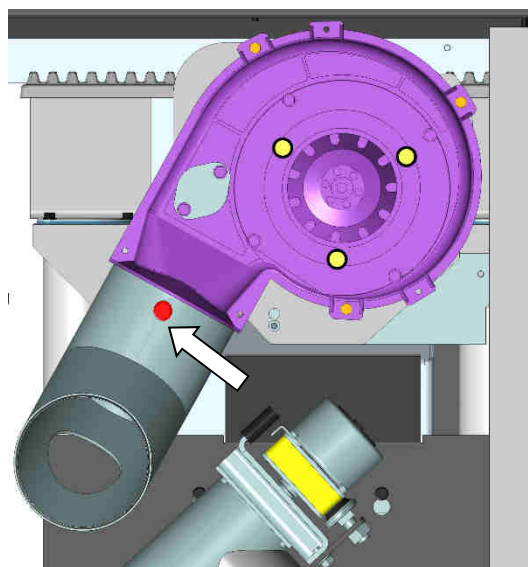

Fig. 33 : fixation du coude
1. Dévisser la vis de fixation du coude de cheminée 90° (Fig. 33) et démonter le coude du carter de la soufflerie.